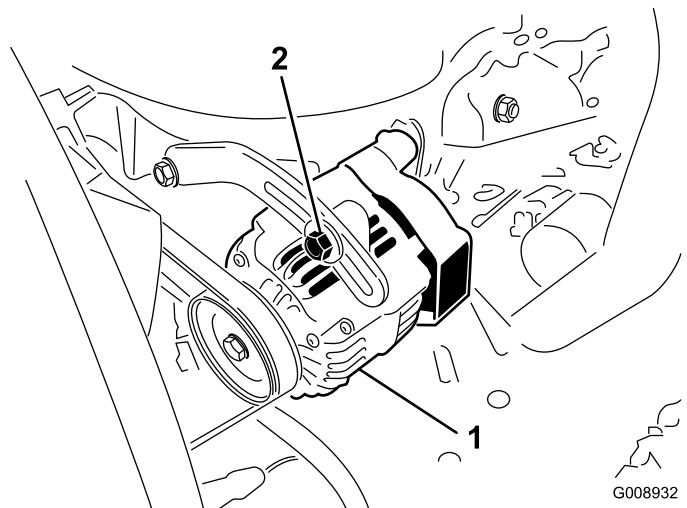

Figura 45
2. Se l'inflessione non è di 10 mm, allentate i bulloni di fissaggio dell'alternatore (Figura 45).